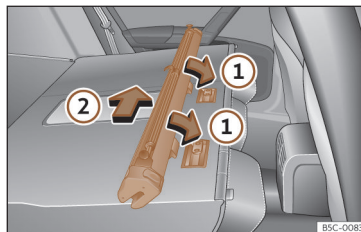

Fig. 183 Montar a rede de separação nos encostos do banco traseiro.
- Coloque a carcaça da rede nos rebaixos das calhas de fixação no sentido das setas >>> **Fig. 183** ①.
- Empurre a carcaça para o lado esquerdo do veículo no sentido da seta >>> **Fig. 183** ② e até ao limite.
- Puxe da carcaça da rede aproximadamente 5 cm no sentido contrário da seta >>> Fig. 183 ②.
- Retire a carcaça das calhas de fixação puxando no sentido contrário ao das setas >>> Fig. 183 ①.